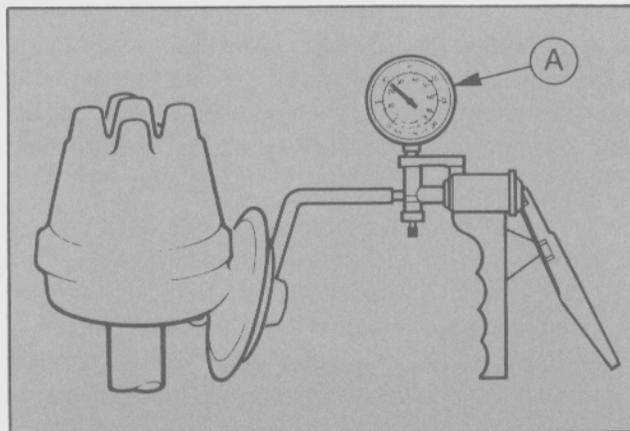

Fig. 32 - Determinación de pérdidas del diafragma de la unidad de vacío.
- Probar el diafragma para determinar si tiene filtraciones de aire o fugas. Para controlar la unidad conectar la herramienta especial T80A-10662-BAS y aplicar 45 cm Hg (18 pulg Hg) de vacío (Fig. 32). Si la unidad mantiene este valor de vacío, es porque la misma no tiene fugas. Si no lo mantiene es porque posee una fuga y debe ser reemplazada.